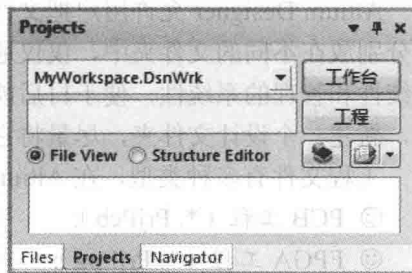

图 1-27 新建工作区“MyWorkspace”
(3) 选择适当位置，输入工作区名称，如“MyWorkspace”，单击 **保存(S)** 按钮，此时即建立了自己的工作区“MyWorkspace.DsnWrk”，如图 1-27 所示。用户就可以将现有的或者新建的一些工程添加在该工作区内了。